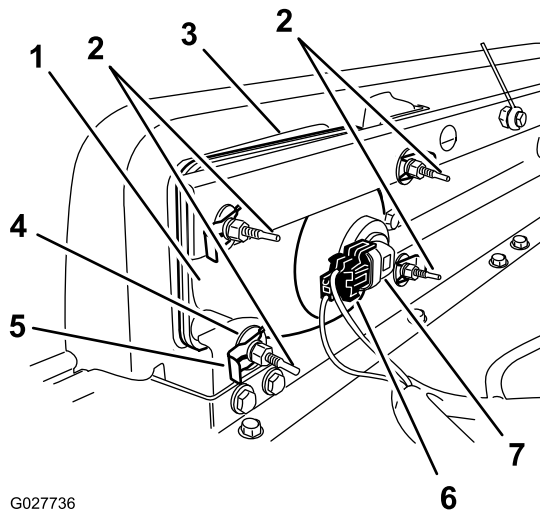

Figura 51
3. Desligue o conector elétrico para a cablagem do conector do conjunto da lâmpada (Figura 51).
4. Retire os clips rápidos e as anilhas que fixam o farol a respetivo suporte (Figura 51).
5. Retire o conjunto do farol movendo-o para a frente através da abertura no pára-choques dianteiro (Figura 51).
6. Instale o novo farol através da abertura no pára-choques (Figura 51).
8. Ligue o conector elétrico para a cablagem ao conector do conjunto da lâmpada (Figura 51).
2. Na parte traseira do conjunto de faróis, rode os parafusos de ajuste (Figura 51) para inclinar o conjunto dos faróis e alinhar a posição do feixe.